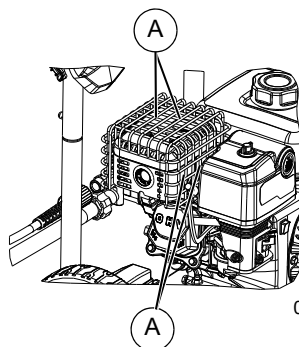
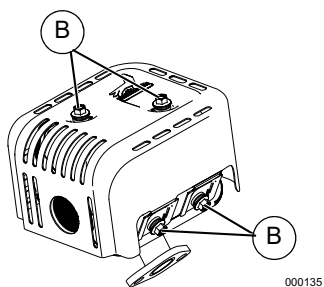

Figure 4-9. Vis du pare-étincelles
Figure 4-10. Vis de la protection thermique
1. Voir Figure 4-9 et Figure 4-10. Desserrer les vis et retirer la cage pare-étincelles (A) et la protection thermique (B) du silencieux.